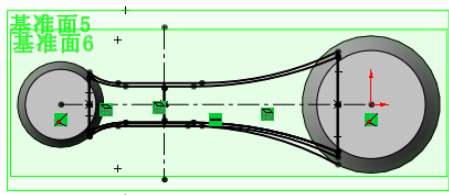

图 4-136 实体转换引用
③⑦ 绘制第六条引导线。新建草图。选择基准面 6,单击“草图”工具栏中的“草图绘制”按钮,新建一张草图。单击“标准视图”工具栏中的“正视图”按钮,使绘图平面转为正视方向。
③⑧ 投影。单击“草图”工具栏中的“转换实体引用”按钮,将第五条引导线草图投影到当前草图绘制平面上,并绘制一条水平中心线,如图 4-136 所示。